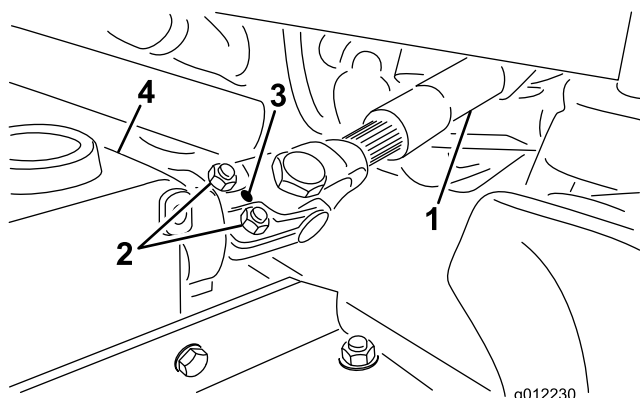

図 5
1. オスの PTO シャフトとメスの PTO シャフトを接続する (図 5)。ギアケースの入力シャフトの取り付け穴と PTO シャフト穴とを整列させて相互に接続する。
2. ロールピンで固定する (図 5)。
3. ボルトとナットを締めつける (図 5)。